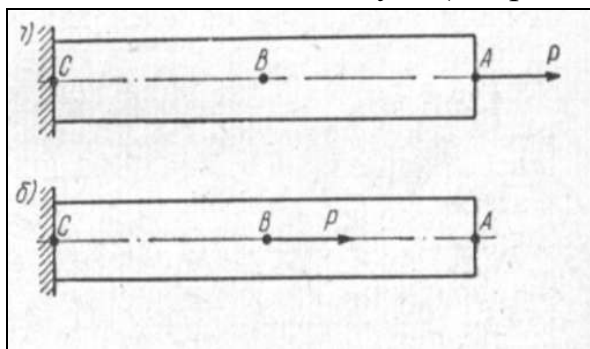

Рис. 1.
4. Для какой части стержня не изменится его деформация при переносе силы из точки А в точку В (см. рис. 1)?